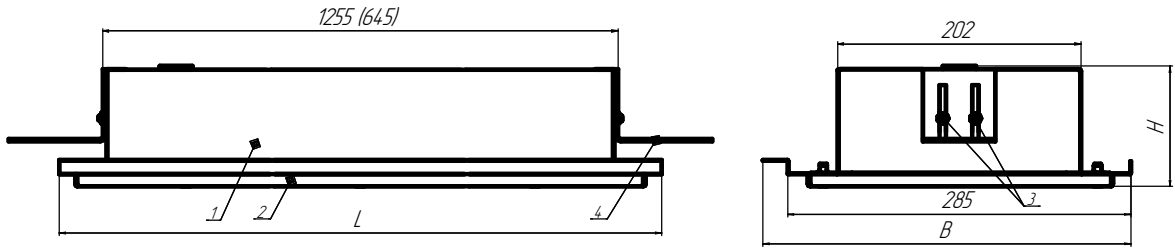

Рисунок 1 - Общий вид светильника серии ДВО16 ЕМ
5.3 Выкрутите шесть винтов (поз.3) и снимите обечайку с рассеивателем (поз.2) рисунок 1.
5.8 Установите обечайку (поз.2) рисунок 1, на корпус (поз.1), предварительно закрутив винты (поз.3) при помощи отвертки.
5.18 Для замены аккумуляторной батареи отключите светильник от сети и демонтируйте его. Выкрутите винты поз. 3 рис. 1, снимите обечайку. Выкрутите винты, удерживающие пластину в сборе на корпусе. Замените аккумулятор на аналогичный. При подключении аккумулятора к БАП **соблюдайте полярность**. Надёжно закрепите аккумулятор на пластине. Соедините пластину с корпусом и корпус с обечайкой, закрепите винтами с шайбами.